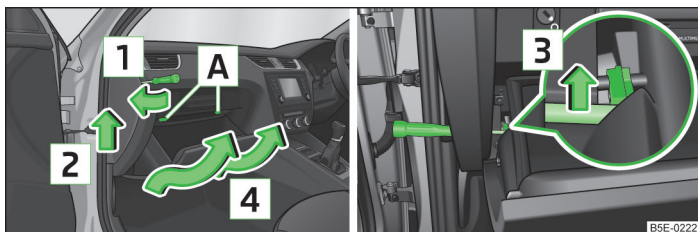

Fig. 208 Torpedoul de pe partea pasagerului față: Volanul pe dreapta
- > Introduceți o șurubelniță sub capacul lateral » fig. 208.
- > Trageți compartimentul de depozitare în spatele suporturilor **A** » fig. 208.